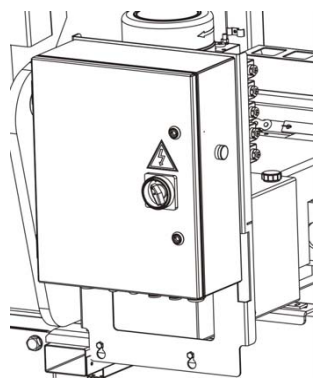
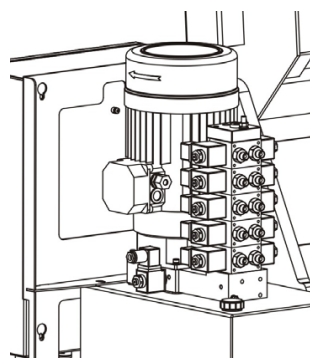

Рисунок 8
Рисунок 9
8.1.2 Подключить шиномонтажный стенд к сети, действуя главным рубильником 5, (рис. 8) и убедиться, что направление вращения двигателя гидравлического блока соответствует указаниям стрелки 6, (рис. 9).